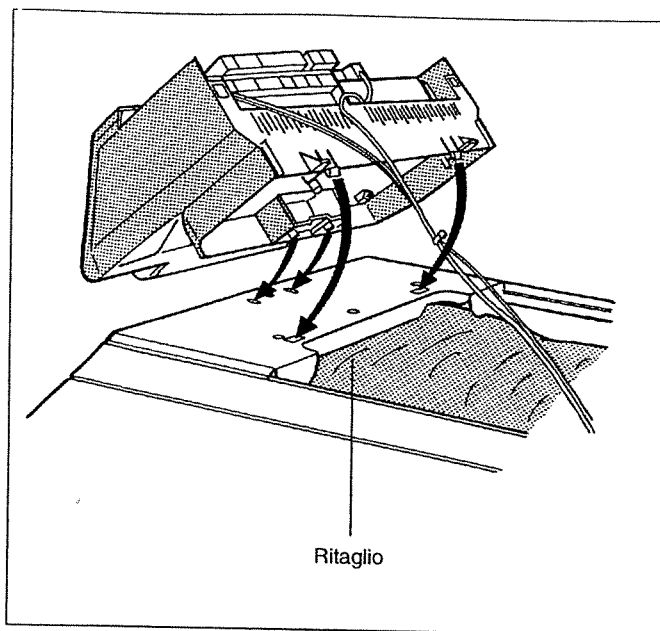

Fig. 10: Posizionare l'apparecchio di regolazione
- Posizionare l'apparecchio di regolazione sul coperchio caldaia anteriore in modo che anteriormente i ganci vadano ad inserirsi sul lato inferiore dell'apparecchio di regolazione nei fori ovali (Fig. 10).
Mettere i tubi capillari della sonda di temperatura e, per la regolazione "Ecomatic", il cavo della sonda della temperatura dell'acqua nella caldaia nell'intaglio del coperchio caldaia anteriore (Fig. 10).
- Tirare in avanti l'apparecchio di regolazione e contemporaneamente premerlo verso il basso in modo che i due ganci elastici vadano ad inserirsi nei fori posteriori (Fig. 10).